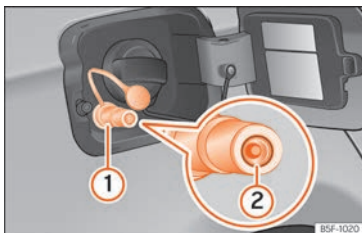

**Fig. 277** Sportellino del serbatoio aperto: bocchettone di rifornimento del gas ①, anello di tenuta del bocchettone di rifornimento ②.
- Togliere il tappo del bocchettone di rifornimento del gas » » » fig. 277 ①.
- Controllare che l'anello di tenuta ② del bocchettone di rifornimento del gas non sia rimasto incastrato nell'erogatore. In tal caso, collocarlo nuovamente nel bocchettone di rifornimento.